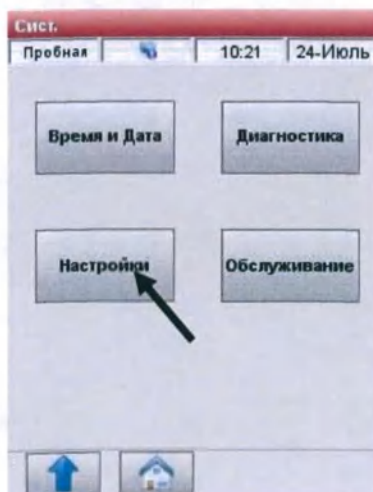

Рис.3-5 Настройка
2. В главном меню нажмите **<Менеджер системы>** чтобы войти в меню **<Система>**. Нажмите **<Настройки>** для выбора этой функции (Рис.3-5).
3.2.1 Установка контроля качества (QC)